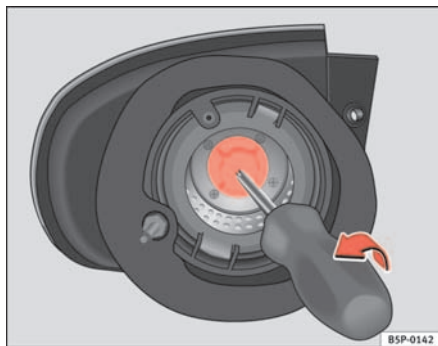

Fig. 191 Luz intermitente.
- Retirar o porta-lâmpadas do intermitente com a ajuda de uma chave de parafusos no sentido da seta (consultar ⇒ fig. 191).